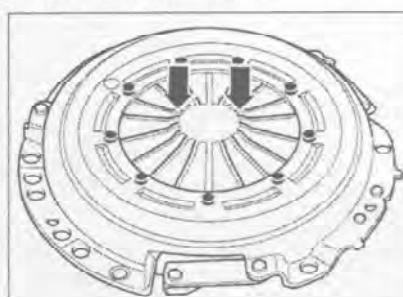

Рис. 7.20. Проверьте износ концов
3. Проверьте износ концов лепестков диафрагменной пружины (**стрелки**) (рис. 7.20). Износ не должен превышать половины толщины пружины.